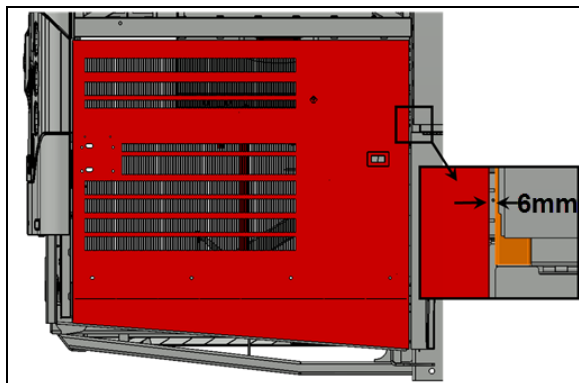

FIGURE 53:
5. Vérifier le jeu entre la porte et l'aile arrière au niveau du bras supérieur de la porte. Le jeu devait être  $1/4''$  (6 mm) (Figure 53:).